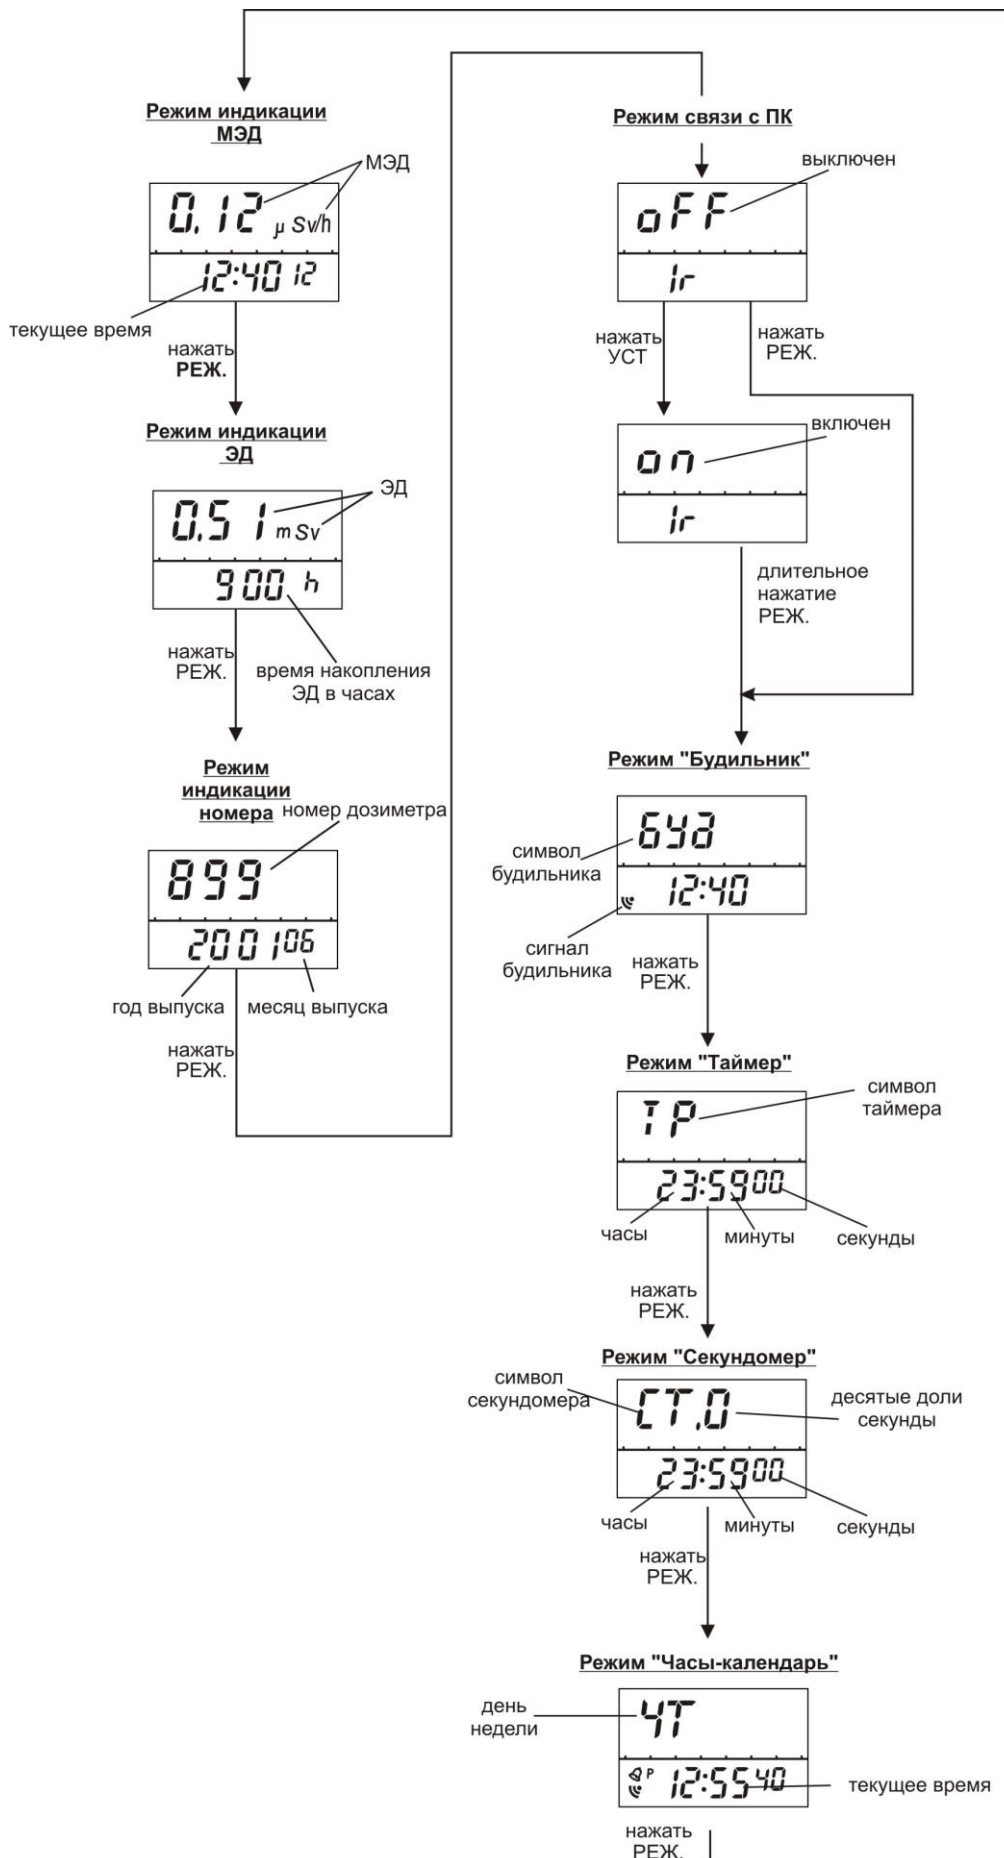

Рисунок 2.1 – Выбор режима работы (индикации) дозиметра
В режиме МЭД (рисунок 2.1) на ЖКИ индицируется:
В режиме ЭД (рисунок 2.1) на ЖКИ индицируется:
- с помощью кнопки **РЕЖ** (рисунок 2.1) выбрать режим обмена информацией с ПК;
Для индикации значений года и месяца в режиме "часы-календарь" кратковременно нажать кнопку **УСТ** (рисунок 2.1).